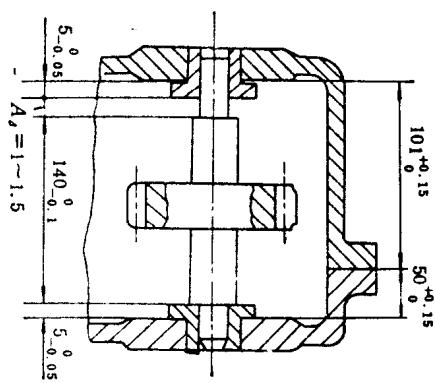

图 10-9
9. 如图 10-9 所示, 齿轮轴端面和轴套端面之间必须保证 $1\sim1.5\text{mm}$ 的间隙, 试计算图中所给尺寸偏差, 能否满足要求 (并作尺寸链简图)